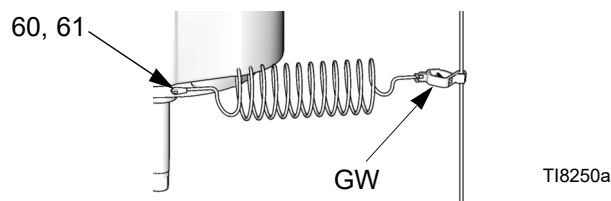

FIG. 2. Cable de conexión a tierra
Vea la FIG. 2. Use el tornillo de conexión a tierra (60) y la arandela de seguridad (61) para conectar el cable de conexión a tierra (GW) Nro. de pieza 244524 en la parte trasera del motor neumático. Apriete el tornillo con seguridad. Conecte el otro extremo del cable de conexión a tierra a una tierra verdadera.